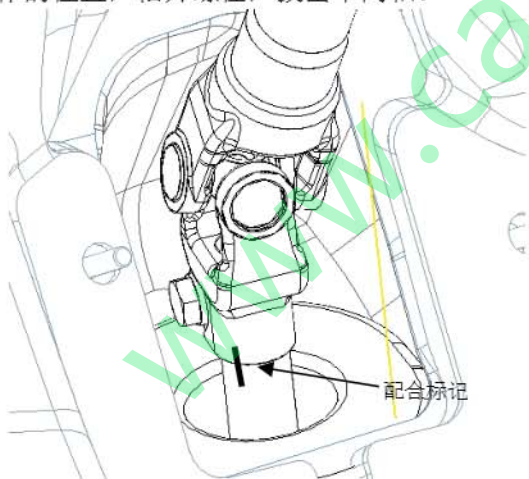

图 5.8 断开中间轴与加长轴连接
①在中间轴下端与加长轴配合处做好配合标记，如图 5.8 所示。
②此时可以套上转向盘转动，使螺栓处于方便操作的位置，松开螺栓，拔出中间轴。